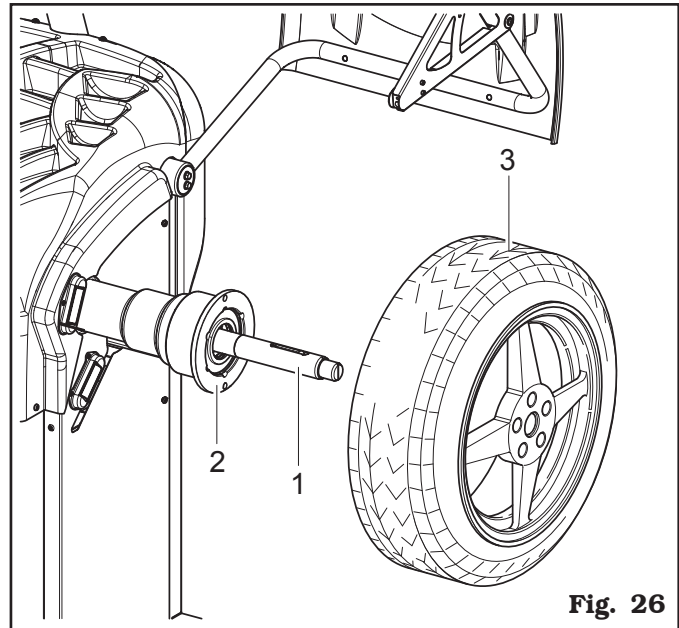

Fig. 26
5. Antes de montar la rueda, limpiar el mandril (Fig. 26 ref. 1).
6. Montar la rueda (Fig. 26 ref. 3) con la parte interna de la llanta hacia la equilibradora, hasta llegar contra la brida de apoyo (Fig. 26 ref. 2).